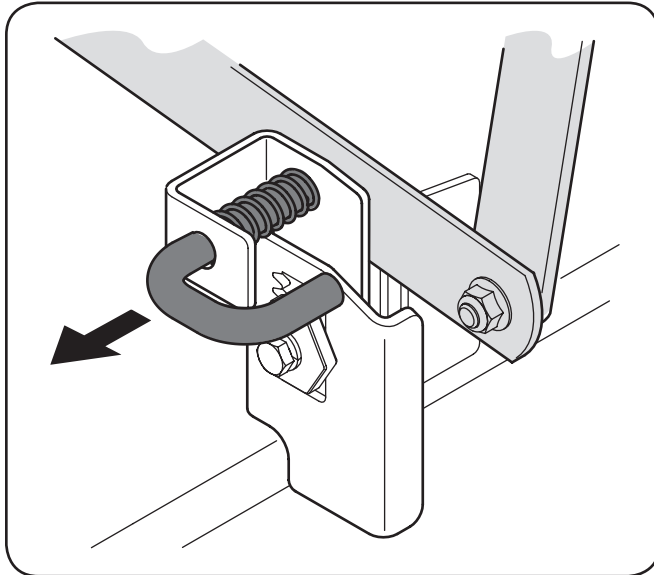

Figure 7-5
8. Tirez le crochet de support du plateau vers l'extérieur afin de libérer le plateau de coupe du bras de relevage. Voir Figure 7-5.